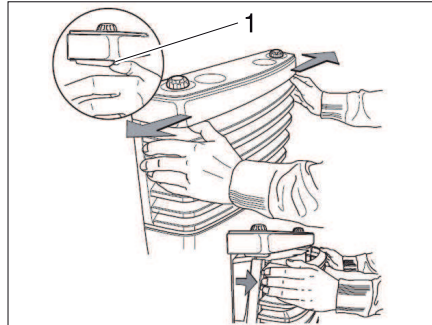

Fig. 100 Enlever le revêtement du chauffage
- Enlever le revêtement du chauffage. A cet effet, pousser les ressorts de fermeture (Fig. 100,1) latéralement vers l'extérieur, faire basculer le revêtement vers l'avant et le soulever hors des paliers inférieurs.